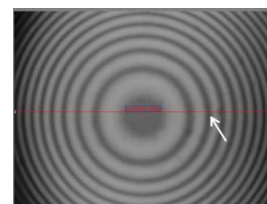
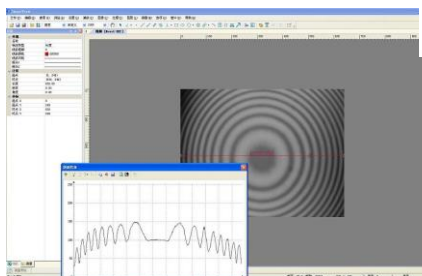

图 6 牛顿环图上画水平线段
图 7 光强变化图
4. 在菜单中选取测量-线段-水平线段, 然后在牛顿环图上画一水平线段, 双击确认, 如图 6。在菜单中选取处理-剖面线。就会得到牛顿环各条纹光强变化图, 如图 7。根据剖面线, 上下调节一下镜筒, 使牛顿环清晰。左右略微移动一下钠灯光源, 使光照